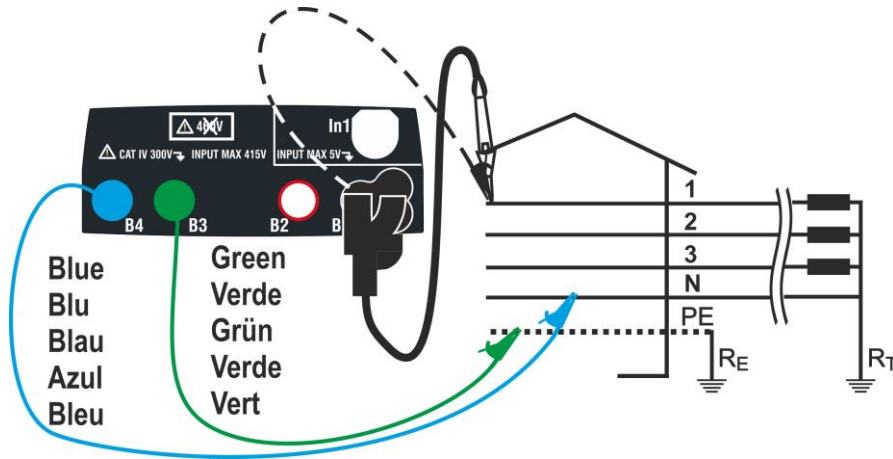
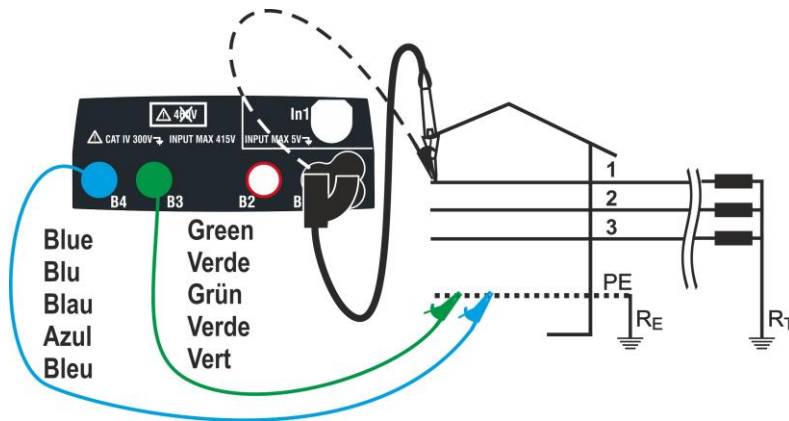

Fig. 20: Medida P-N/P-PE en trifásicas 400V+N+PE con cables y punta remota
Fig. 22: Medida P-PE/P-N en instalaciones 400V + PE (no N) con cables y punta remota
4. Realice la calibración preliminar de los terminales de medida según se describe en el § 6.4.2. Conecte la toma shuko, los cocodrilos o la punta remota a la red eléctrica de acuerdo con las Fig. 18, Fig. 19, Fig. 20 y Fig. 22